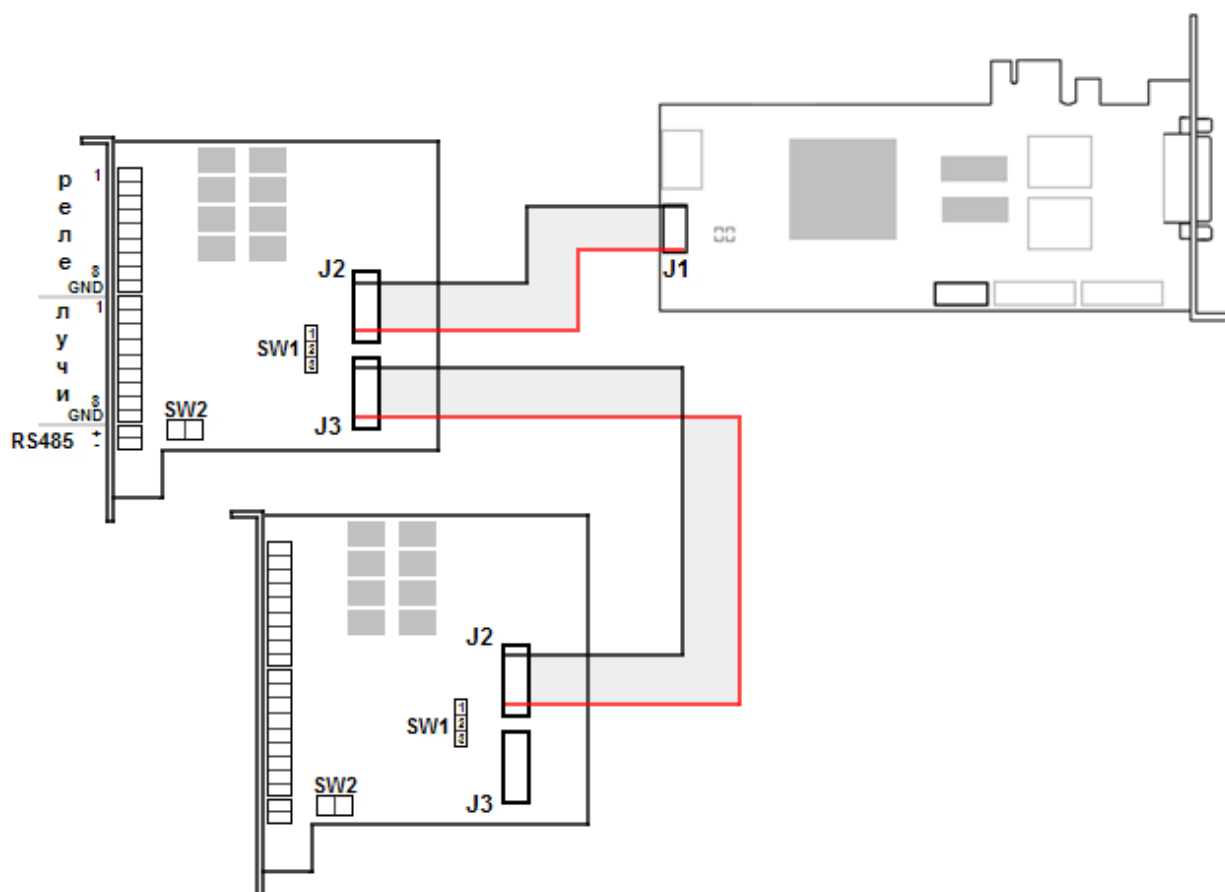

Рис. 2.4—20 Схема подключения плат «лучи-реле» к плате Stretch VRC7008L
3. Подключить плату «лучи-реле» к плате видеоввода с помощью шлейфа, входящего в комплект поставки. Шлейф подсоединяется к разъему J1 и J2 (см. Рис. 2.4—20).
4. При необходимости подключить вторую плату «лучи-реле». Для этого следует подсоединить шлейф к разъему J3 на первой плате «лучи-реле» и к разъему J2 на второй (Рис. 2.4—20).
6. Подключить лучи и реле в соответствии с разводкой внешнего разъема платы «лучи-реле» (Рис. 2.4—20).